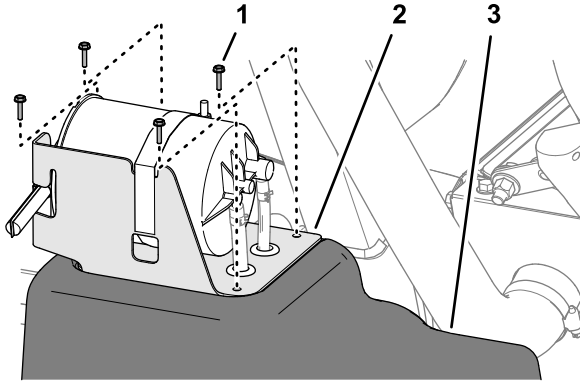

Figure 115
- En el depósito de combustible, retire los 4 tornillos (N.º 10 x 3/4") que sujetan el soporte del cartucho de carbón a la parte superior del depósito de combustible (Figure 115).